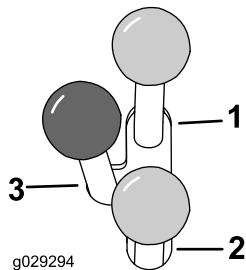

Bild 12
- Wenn Sie ein hydraulisches Anbaugerät vorwärts einsetzen möchten, schieben Sie den Hilfshydraulikhebel nach vorne (Bild 12).
- Wenn Sie ein hydraulisches Anbaugerät rückwärts bewegen möchten, schieben Sie den Hilfshydraulikhebel nach hinten (Bild 12).
**Hinweis:** Wenn Sie den Hebel in der VORWÄRTS- oder RÜCKWÄRTS-Stellung loslassen, geht er automatisch in die NEUTRAL-Stellung zurück (Bild 12).